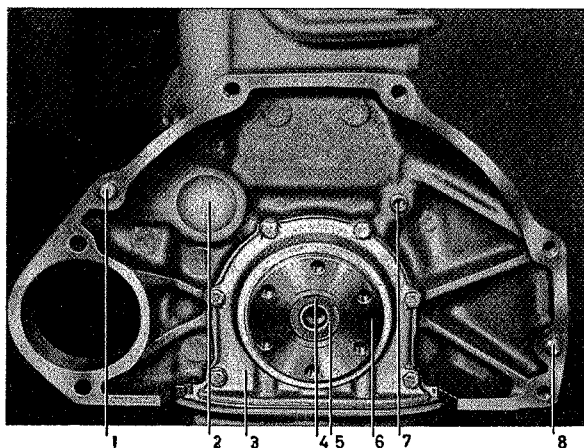

Fig. 2-19. Achterkant van de motor
Het vliegwiellager (5, Fig. 2-19) moet voor het monteren met hittebestendig kogellagervet gesmeerd worden. Het lager en de beschermring worden door een borgveer (4) op hun plaats gehouden.